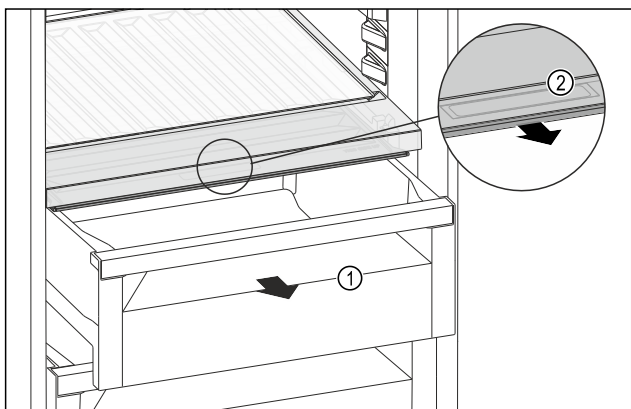

Fig. 232
- Tërhiqni jashtë sirtarin Fig. 232 (1).
- Kapni dorezën e futur Fig. 232 (2) në kapakun e ndarjes dhe në të njëjtën kohë tërhiqni përpara kapakun e ndarjes.